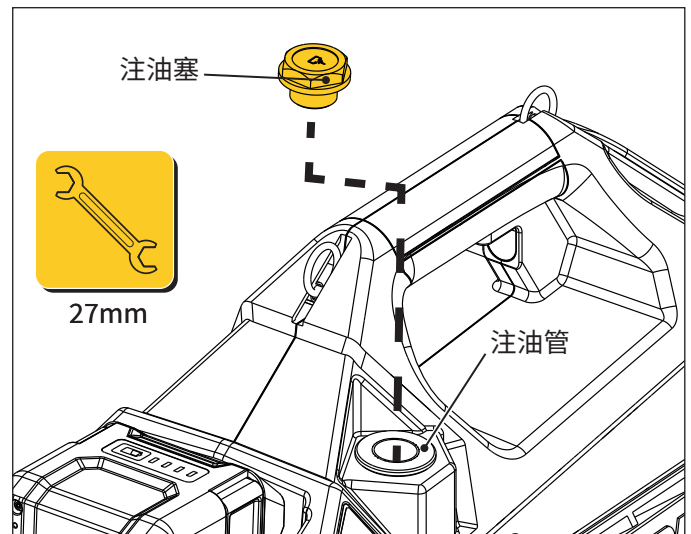

图 12: 注油孔位置
2. 在电源开关处于 ON (I) 位置的时候,按住卸压按钮  或  以释放系统内任何残余压力。
3. 关闭液压泵电源开关 (O)。
5. 从注油孔中拆下注油塞。应使用 27 mm 扳手。请见图 12。
- 在电源开关处于 ON (I) 位置的时候,按住卸压按钮  或  以释放系统内任何残余压力。
- 将液压泵放置于水平的工作表面之上。确保将液压泵电源开关切至 OFF (O) 位置。
- 从注油孔中拆下注油塞。应使用 27 mm 扳手。请见图 12。